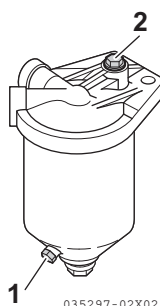

Figure 7
2. Desserrez le bouchon de purge (**Figure 7, (1)**) du séparateur d'eau et purgez l'eau et les impuretés qui se trouvent à l'intérieur. Débarrassez-vous de l'eau et des saletés récupérées comme il convient.
3. Après la purge, serrez la vis de purge d'air (**Figure 7, (2)**).